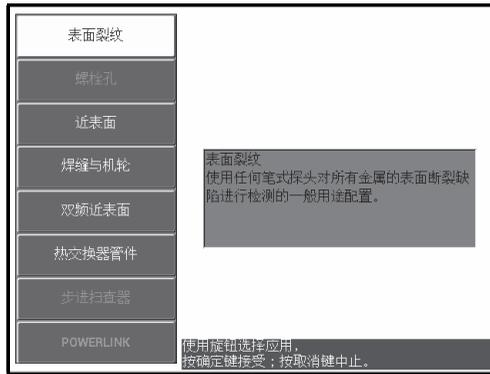

图 5-41 表面裂纹应用
2. 按一下高级设置菜单键（），然后选择**应用选择**（功能键 A），打开应用选择菜单。使用旋钮选择**表面裂纹**，然后按确定键（）接受（参见第 145 页的图 5-41）。